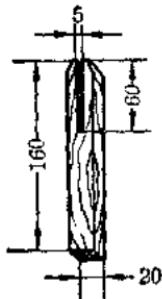

图 2
2. 做木架子 i. 用 $160 \times 80 \times 20$ (毫米)³两条木条按图 2 各锯出长 60 毫米、宽 5 毫米长凹口备用。